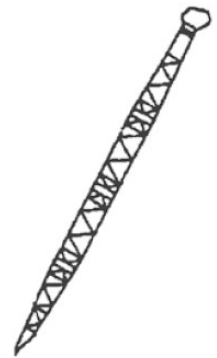

Imagen 1.
20. ¿Que tipo de pluma aparece en la imagen 1?: